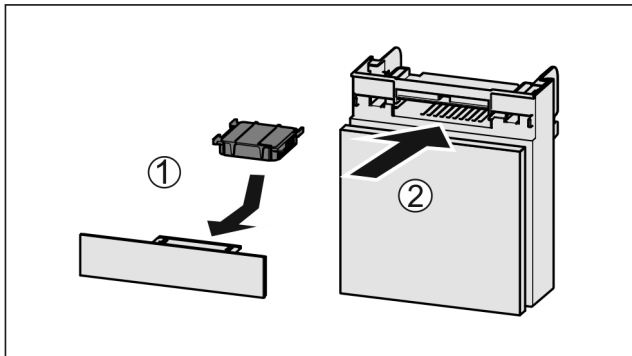

Fig. 153
- ▶ Actiefkoolfilter overeenkomstig afbeelding aanbrengen Fig. 153 (1).
- ▶ Lade erin schuiven Fig. 153 (2).